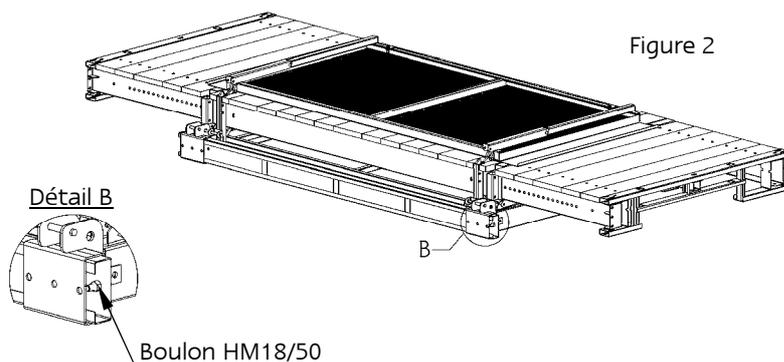

Figure 2
- Monter la lisse en pied. La fixer à l'aide de deux boulons HM18/50 du côté opposé à la liaison des 2 consoles (voir figure 2).